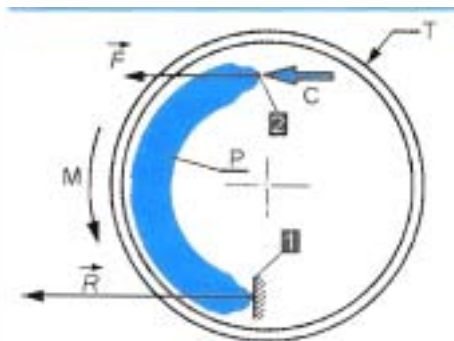

Figure 8.8A • Garniture comprimée ou primaire.
Au contact du tambour, par effet d'enroulement, les segments tendent à être entraînés et réagissent de la manière illustrée par les figures 8.8A et B.
- Centrage dans le tambour par leur mobilité verticale (frottement), sur l'appui ❶ et la commande (C).
- Le segment (P) s'arc-boute sur l'appui ❶ ce qui augmente son action de frottement sur le tambour : le segment (P) est dit **comprimé** ou **primaire** (figure 8.8A).